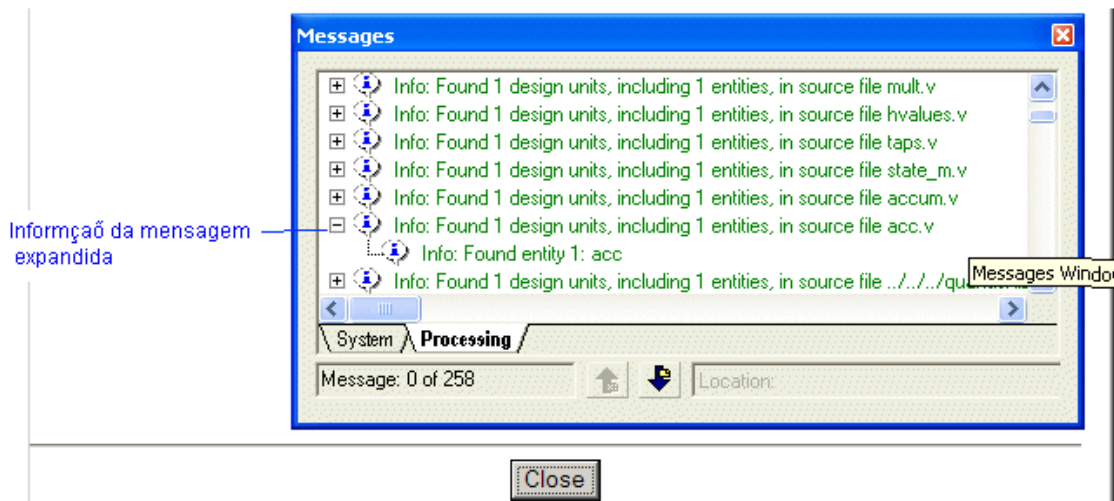

Figura 4.3 Janela com a mensagem expandida..
3. Para localizar a fonte de uma mensagem gerada pelo compilador deve-se clicar na janela de mensagem no ícone + e expandí-lo para encontrar uma unidade de projeto, incluindo uma entidade. (Figura 4.3)